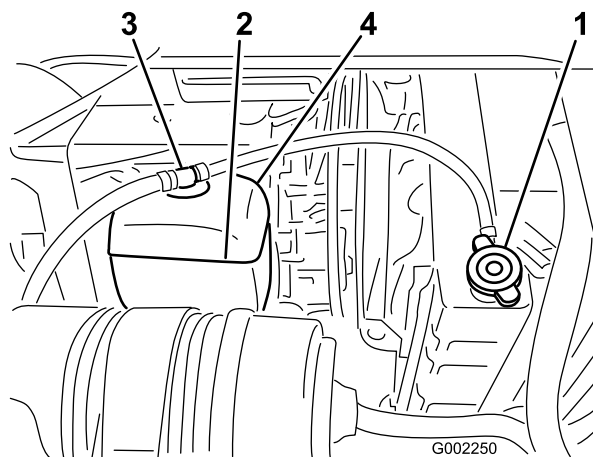

Figure 54
- Lorsque le moteur est froid, retirez le bouchon du radiateur (Figure 54).